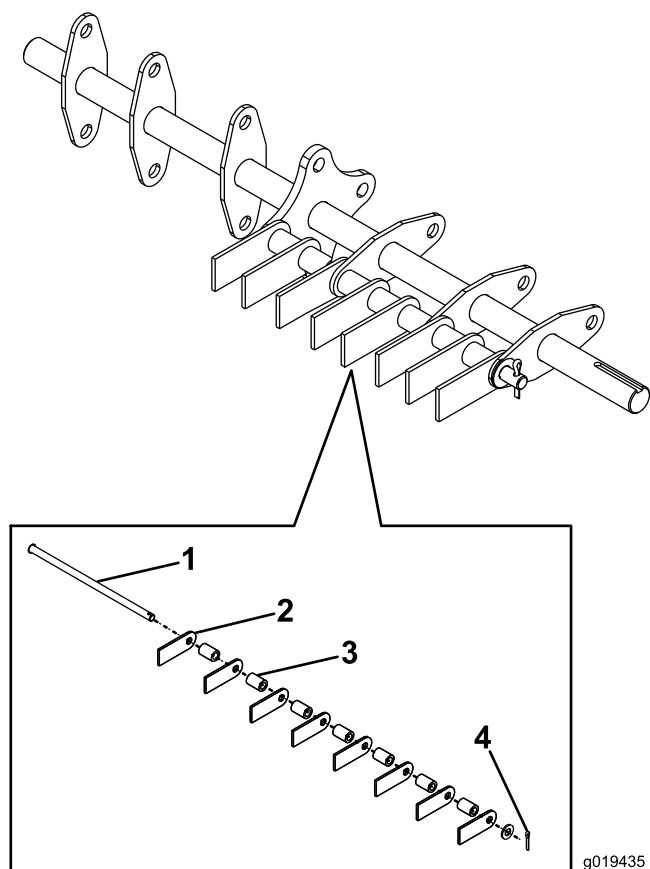

Figure 21
5. Retirez la goupille fendue de la tige sur laquelle est montée la lame-fléau usée (Figure 21).
6. Tirez avec précaution sur la tige pour débloquer les fléaux et les entretoises (Figure 21).